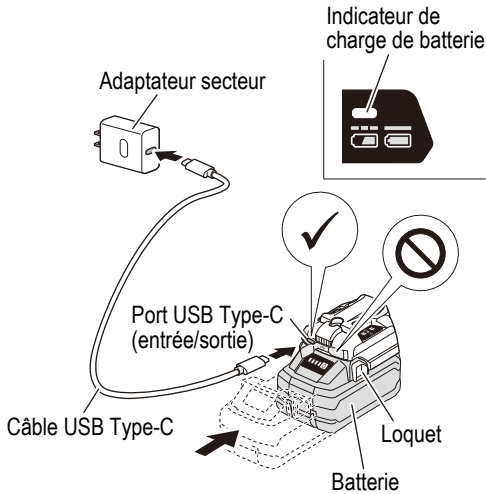

Fig. 2
2. Insérer la batterie dans le chargeur. Insérer fermement la batterie dans le chargeur comme indiqué à la Fig. 2.
5. Retirer la batterie du chargeur et adaptateur USB-C. Tout en tenant fermement le chargeur et adaptateur USB-C et en appuyant sur les loquets des deux côtés, sortir la batterie du chargeur et adaptateur USB-C. (Fig. 2)